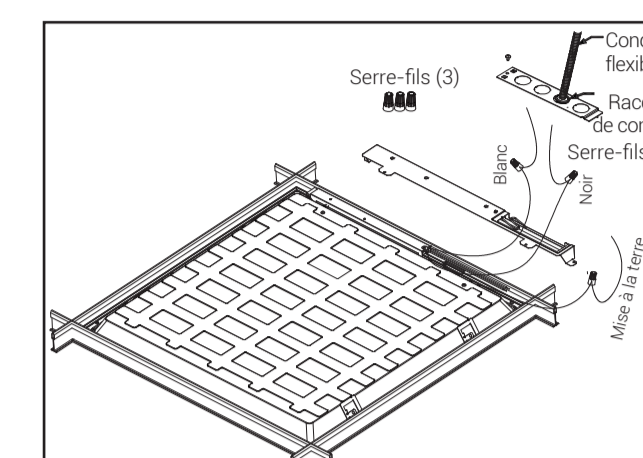

Figure 4.
- Utilisez les trois capuchons de connexion pour relier le fil de mise à la terre au fil de mise à la terre d'alimentation, le fil noir (ligne) au fil d'alimentation noir, et le fil blanc (neutre) au fil blanc de l'alimentation (Fig. 4).